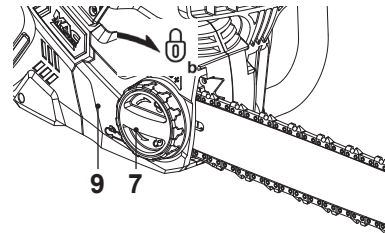

Fig. 11
5. Gire la rueda de bloqueo (7) hacia la derecha para apretar la cubierta (9) completamente (Fig. 11).